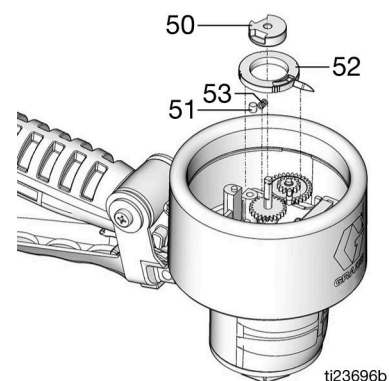

FIG. 23
4. Installare il puntatore inferiore (52), la molla (53), il perno (51) e il tappo (50) come illustrato in FIG. 23. Servirsi di una chiave esagonale per serrare la vite di fissaggio del tappo.